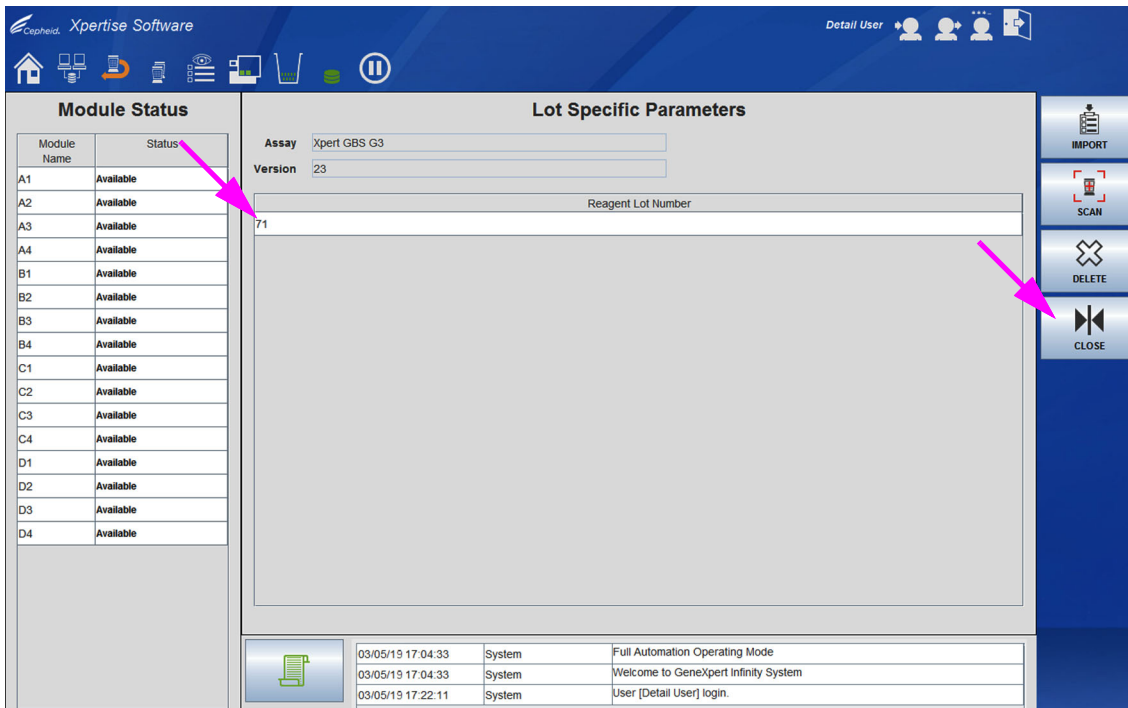

Figura 2-65. Área de trabalho Lot Specific Parameters (Parâmetros específicos de lote) com número de lote de reagente adicionado
6. O número do novo lote é apresentado na lista Reagent Lot Specific Parameters (Parâmetros específicos de lote de reagente). Ver Figura 2-65.
7. Selecione o botão **CLOSE (FECHAR)** na área de trabalho Lot Specific Parameters (Parâmetros específicos de lote) para regressar ao menu Manage Assays (Gerir ensaios). Ver Figura 2-65.
2. Selecione o botão **LOT SPECIFIC PARAMETERS (PARÂMETROS ESPECÍFICOS DE LOTE)**. É apresentada a caixa da área de trabalho Lot Specific Parameters (Parâmetros específicos de lote). Ver Figura 2-65.